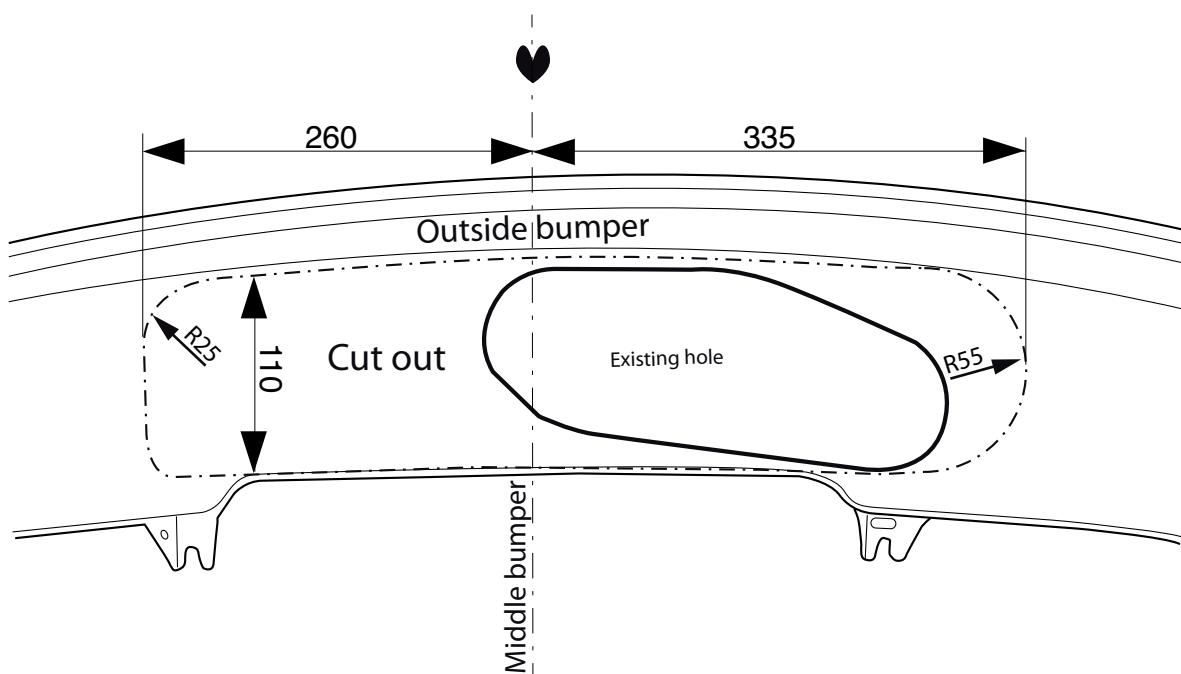

Fig. 2
6. Saw out the indicated section in accordance with figure 2.
- Scier la partie indiquée conformément à la figure 2.
- Выпилить обозначенную часть, как указано на рис. 2.